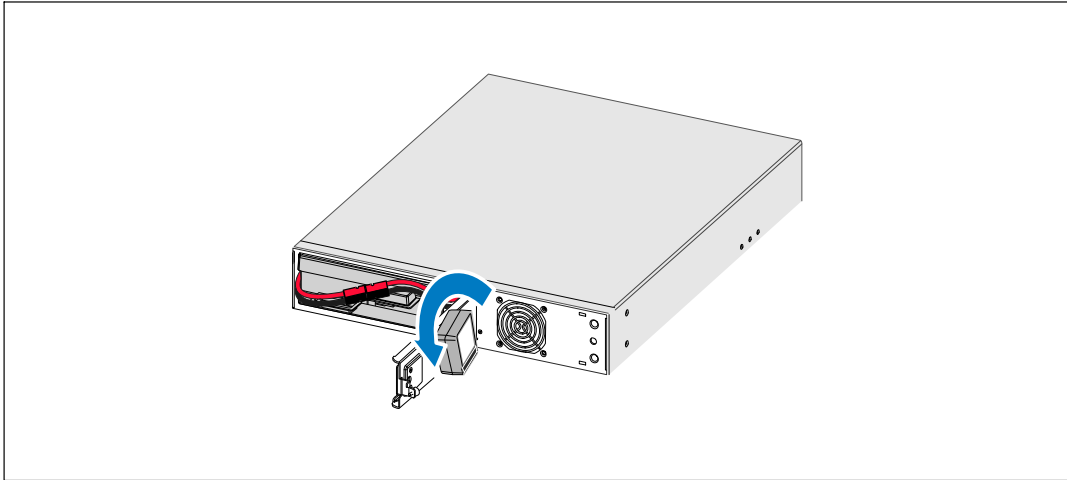

Abbildung 22. Anpassen der Ausrichtung des USV-Bedienfelds
- 4 Drehen Sie das Bedienfeld um 90° gegen den Uhrzeigersinn (siehe Abbildung 22).